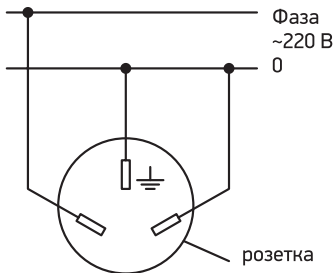

Рис. 3. Схема устройства зануления.
- 4.2. КАТЕГОРИЧЕСКИ ЗАПРЕЩАЕТСЯ эксплуатация электронасоса без надежного закрепления и зануления. Схема устройства зануления приведена на рис. 3